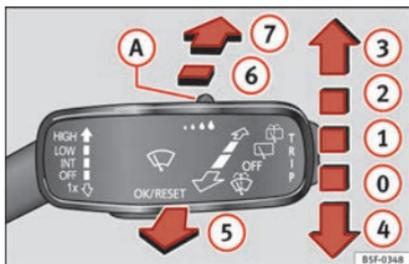

Fig. 32 Uso del tergicristalli e del tergilunotto.
1	Tergitura a intervalli per i tergicristalli. Utilizzando il comando » fig. 32 (A), regolare la durata dell'intervallo (nel caso di veicoli privi di sensore pioggia) oppure la sensibilità del sensore pioggia.